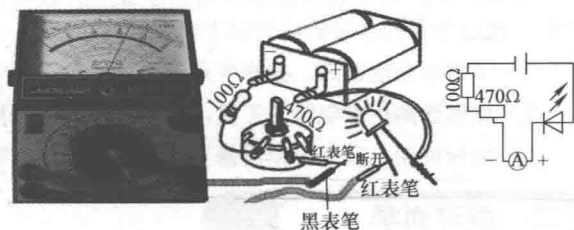

图1-2 用指针式万用表测量电流图
② 测量方法:测直流电流时,如图 1-2 所示,将万用表与被测电路串联。首先断开电路相应部分,再将万用表表笔接在断点的两端。红表笔接在和电源正极相连的断点,黑表笔接在和电源负极相连的断点。